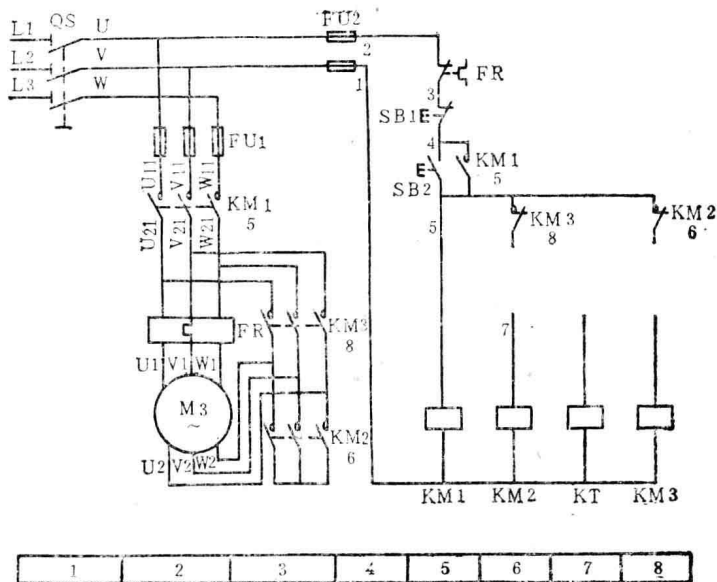

图 3
14. 图3为星—三角形减压起动控制线路。根据主电路试补齐控制电路。